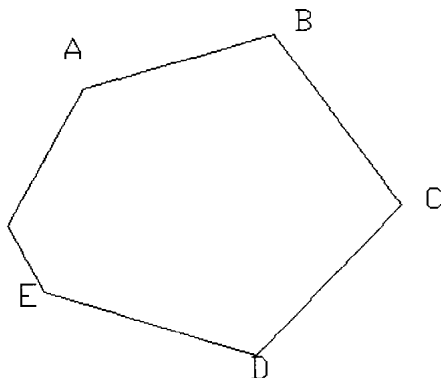

图 1-9 绘制直线
(1) 进入到 AutoCAD 2002 的工作界面，执行“绘图 / 直线”命令，或者单击工具条上的  直线工具。
(2) 在绘图区域中单击鼠标左键，得到直线的初始点。通过移动光标来调整直线的角度和长短，在适当的位置第二次单击鼠标左键，就可以得到一条完整的直线。
(3) 重复以上操作，可以继续绘制直线。这些直线首尾相接，如图 1-9 所示。如果绘制完毕，按 Enter 键结束操作。